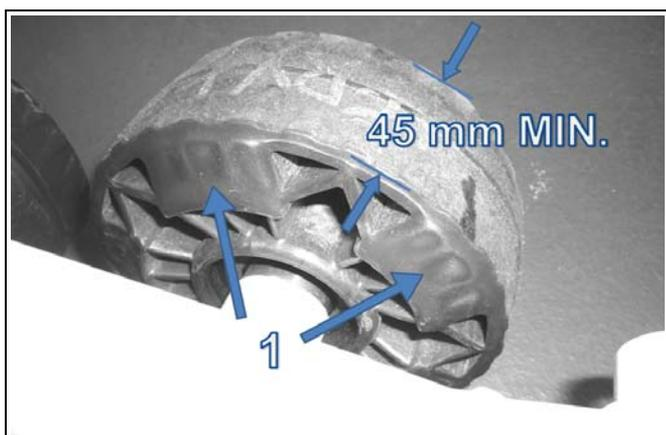

Figure 29
Vérifier l'usure des roulettes par la bande de contact intérieure (1). Si la bande est perforée et/ou la largeur de la roulette est inférieure à 45mm, remplacer la roulette. Elle n'offre plus un support adéquat à la chenille et les guides peuvent s'user prématurément. Référez-vous à la Figure 29.